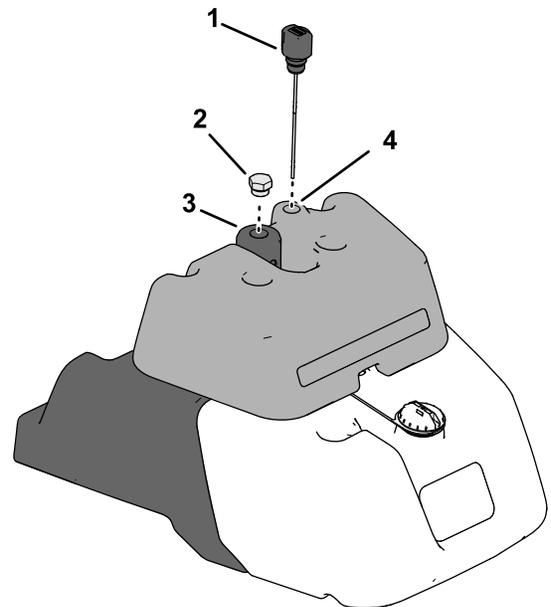

Figura 38
2. Compruebe el nivel del fluido hidráulico colocando la varilla del sistema hidráulico en la parte superior del depósito del detector de fugas (Figura 38).